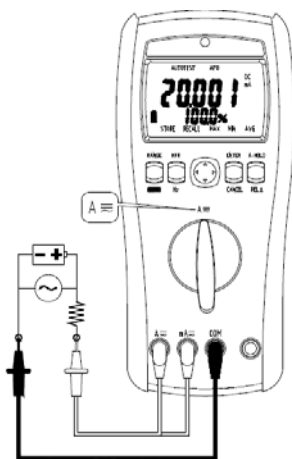

Рис.7.2
3. В ручном режиме курсором синей функциональной клавиши **RANGE** выбрать режим измерения: постоянное (DC), переменное (AC), переменное со смещением (AC+DC).
4. Подключить измерительные провода последовательно с источником тока (рис.7.2).
- Синей функциональной клавишей выбрать (циклически) требуемый режим измерения: ))) (рис. 7.2).